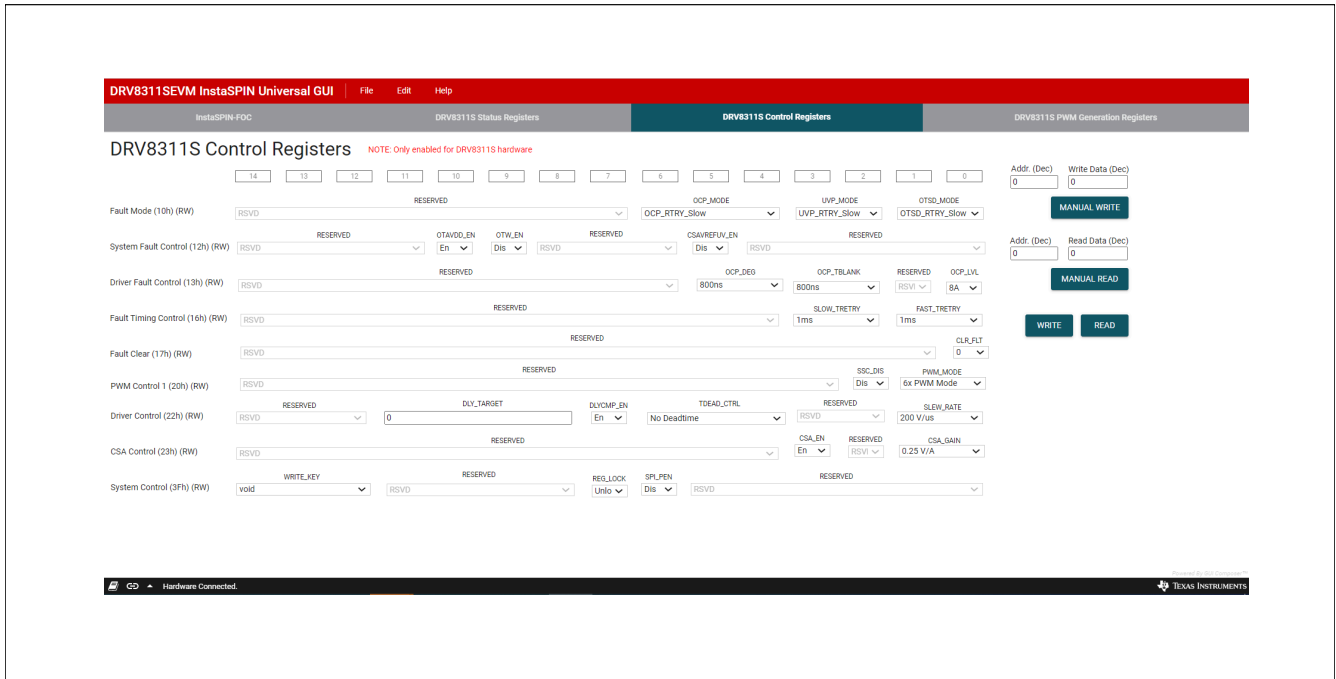

图 6-6. DRV8311HEVM InstaSPIN GUI SPI 控制寄存器
1. 点击“DRV8311S Control Registers”选项卡以访问 DRV8311S 控制寄存器，如图 6-6 所示。